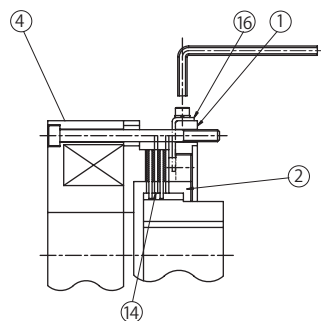

図 8-35
- (1) P74 の手順でブレーキを手動解放します。
- (2) センターリング①外周上にあるストッパー⑯をゆるめ、抜き取ります。ギャップ調整ネジ②がフリーになります。(図 8-35 参照)